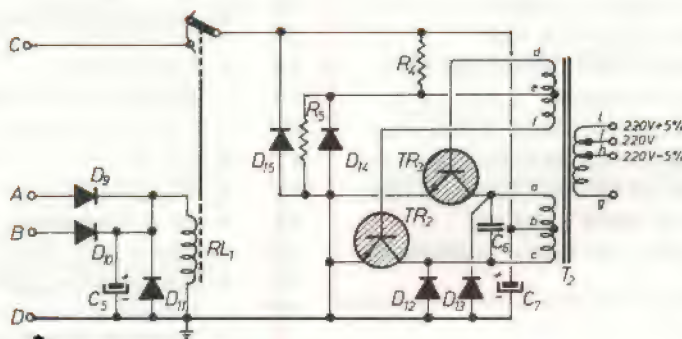

figura 2 - Schema convertitore
2) Anche il convertitore DC/AC è molto semplice (figura 2) consta di un circuito composto da D7,D8,C5,D9,RL1 che, con la caduta del relé in assenza di rete dà tensione all'invertitore composto da TR2,TR3, e T2. D10,D11,D12 proteggono i transistor